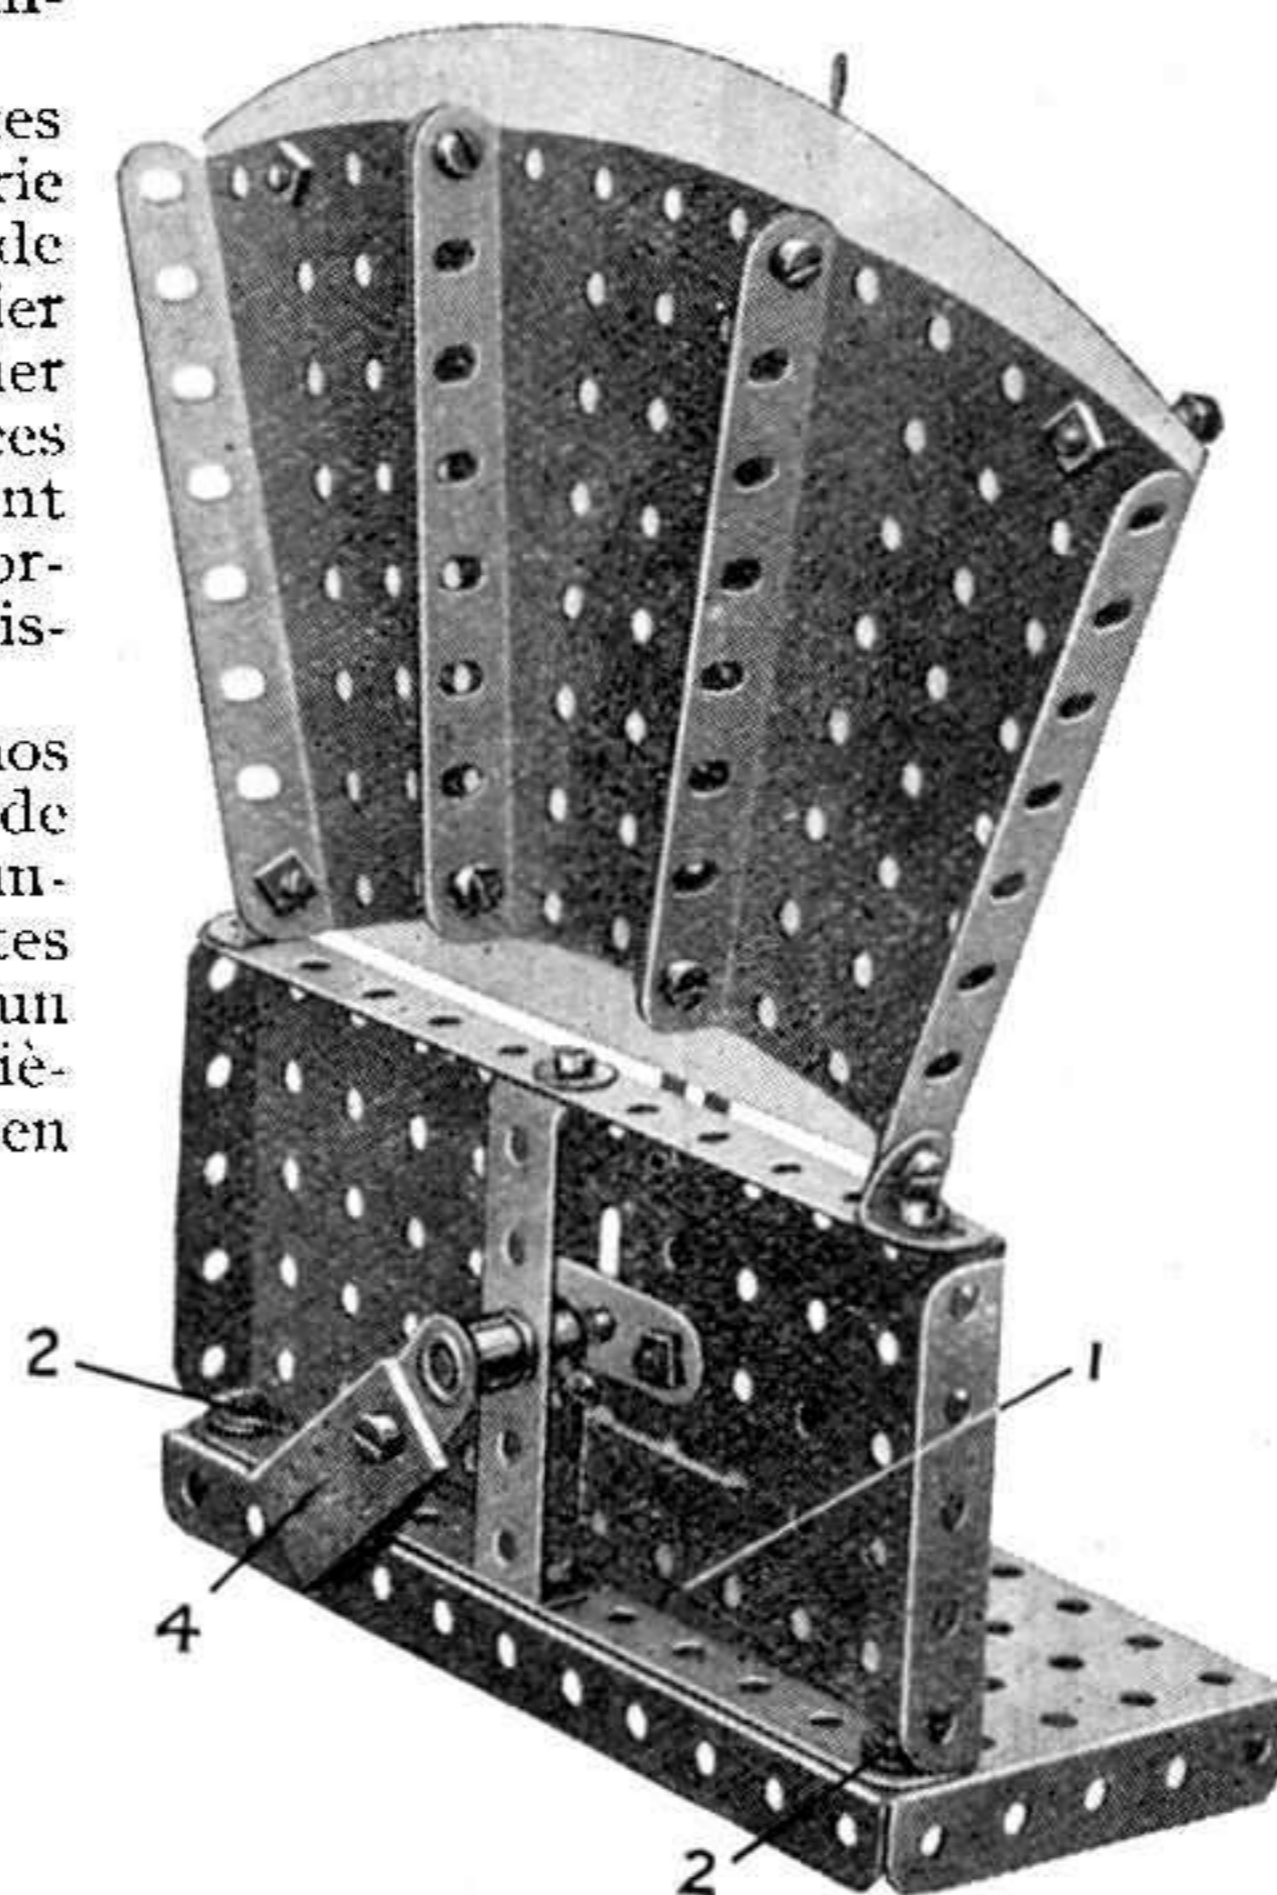

Fig. 8. L'ampèremètre Meccano, vu de derrière.
différents. L'organe essentiel du modèle consiste en un fil de résistance 1 (Fig. 8) qui est tendu entre les Boulons 6 B. A. (2). Ces deux Boulons sont isolés de la Plaque à Rebords de 14×6 cm. formant le socle du modèle à laquelle ils sont fixés. Chacun de ces boulons est relié par un court fil à une Borne isolée 5. Un Collier (dont la cheville taraudée est remplacée par une vis d'arrêt ordinaire) est fixé à la Tringle de 38 mm. 3 qui est passée dans la Plaque à Rebords verticale de 14×6 cm. et dans une Bande Courbée de 60×12 mm. Un bout de fil de cuivre fin, attaché à la vis d'arrêt du Collier, est enroulé plusieurs fois, sur la Tringle 3, et fixé au milieu du fil 1. Le Poids de 25 grammes 4 est boulonné à une Manivelle qui est fixée à la Tringle 3. La position normale de la Manivelle doit être horizontale, de manière à ce que le Poids exerce une tension sur le fil 1. La Manivelle munie de l'aiguille (représentée par une Lisse de Métier, pièce n° 101) est fixée à l'extrémité antérieure de la Tringle 3 dans une position qui fait reposer la Lisse de Métier contre un des Boulons de 19 mm. situés des deux côtés du cadran. Lorsqu'il est traversé par un courant électrique, le fil 1 s'échauffe et se dilate.